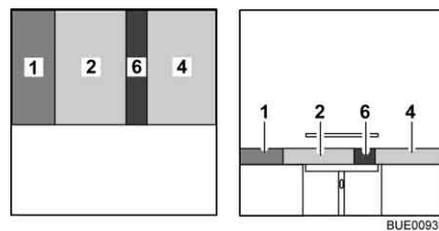

Fig. 94 Después de la transformación
- Colocar el cojín del respaldo (Fig. 94,1) entre el cojín del asiento y la pared.
- Colocar el cojín adicional (Fig. 94,6) entre los cojines del asiento (Fig. 94,2 y 4).